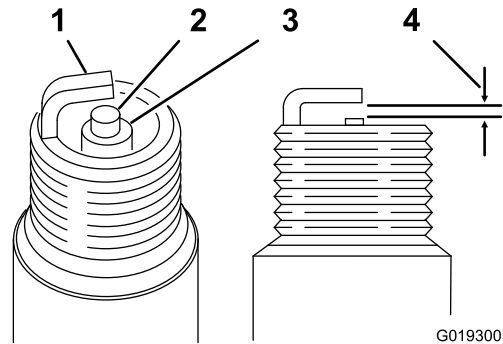

Bild 29
3. Stellen Sie den Elektrodenabstand auf 0,7 bis 0,8 mm ein (Bild 29).